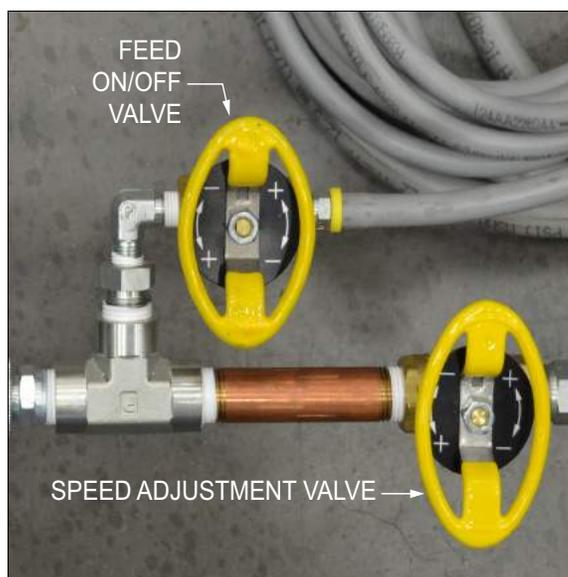

РИСУНОК 4-2. Клапаны механообработки с пневмоприводом
6. Поверните ручку регулировки скорости подачи на минимальную подачу или на нужную настройку (если известна) (рис. 4-2).
7. Включите подачу и отрегулируйте скорость подачи для требуемого режима резания (рис. 4-2).